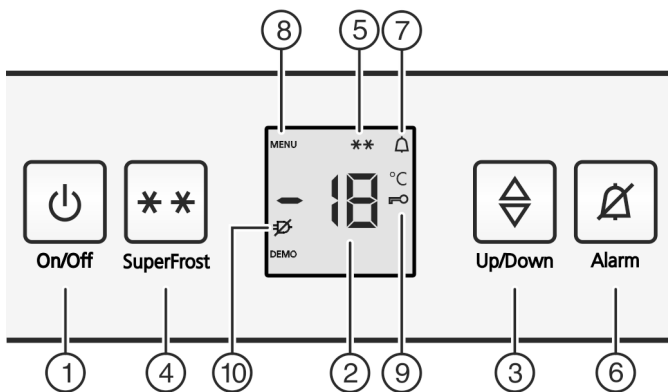

Fig. 2
- Символът SuperFrost Fig. 2 (5) мига заедно с температурния индикатор.\*
- ▶ Натиснете бутона On/Off Fig. 2 (1).
- ▶ Активиране на режим настройки: Натиснете бутона SuperFrost Fig. 2 (4) за ок. 5 секунди.
- ▷ На индикатора се показва символът Меню Fig. 2 (8)
- ▶ Потвърдете чрез кратко натискане на бутона SuperFrost Fig. 2 (4).
- ▷ Символът Защита от деца Fig. 2 (9) светва на индикатора.
- ▶ Натиснете за кратко бутона On/Off Fig. 2 (1).
- ▷ Символът Защита от деца Fig. 2 (9) угасва.
- ▶ Натиснете бутона Аларма Fig. 2 (6).
Заедно с това температурният индикатор и графичният символ Аларма Fig. 2 (7) мигат.
Сирената автоматично спира, символът Аларма Fig. 2 (7) изгасва и температурният индикатор спира да мига, когато температурата отново е достатъчно ниска.